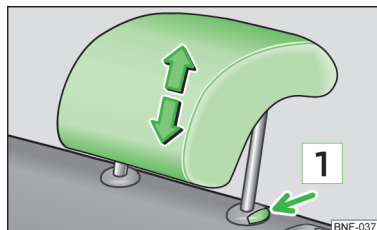

Fig. 40
- Tag fat om hovedstøtten i siderne med begge hænder, og skub den opad, så meget som du ønsker » Fig. 40.
- Tryk på låseknappen **1** » Fig. 40 med den ene hånd, hold den inde, og træk hovedstøtten ud med den anden hånd.